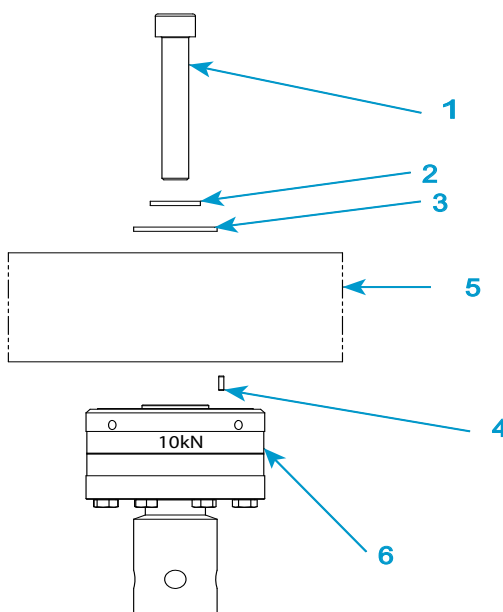

Figura 18. Installazione di una cella di carico 2530 10 kN
Legenda per Figura 18
1. Fare riferimento a Figura 18 a pagina 79 e alla relativa legenda associata.